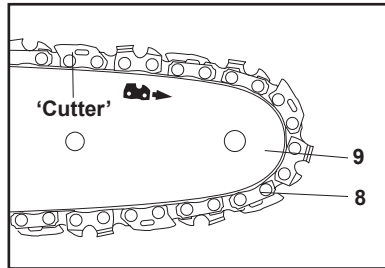

Fig. 2
4. Extienda la cadena (8) con los filos de la cadena orientados en la dirección de rotación. La dirección de rotación puede verse marcada en el cuerpo de la sierra, en el interior de la cubierta de la motosierra (12).
Deslice la cadena (8) en la ranura alrededor de la espada (9). Asegúrese de que la cadena (8) se instala en la dirección de rotación correcta (Fig. 2).